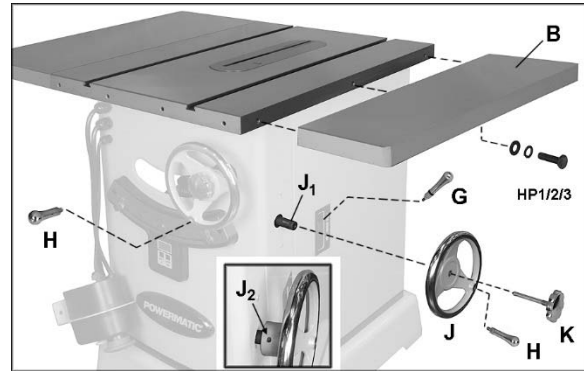

Figura 6-3: instalación de accesorios
Vea la Figura 6-3.
1. Quite la cinta adhesiva de alrededor del eje para exponer las roscas y la chaveta del eje ( $J_1$ , Figura 6-3).
5. Instale la perilla de traba (K, Figura 6-3) y las manijas (H). Use la llave en la superficie plana de las manijas para apretarlas contra los volantes.